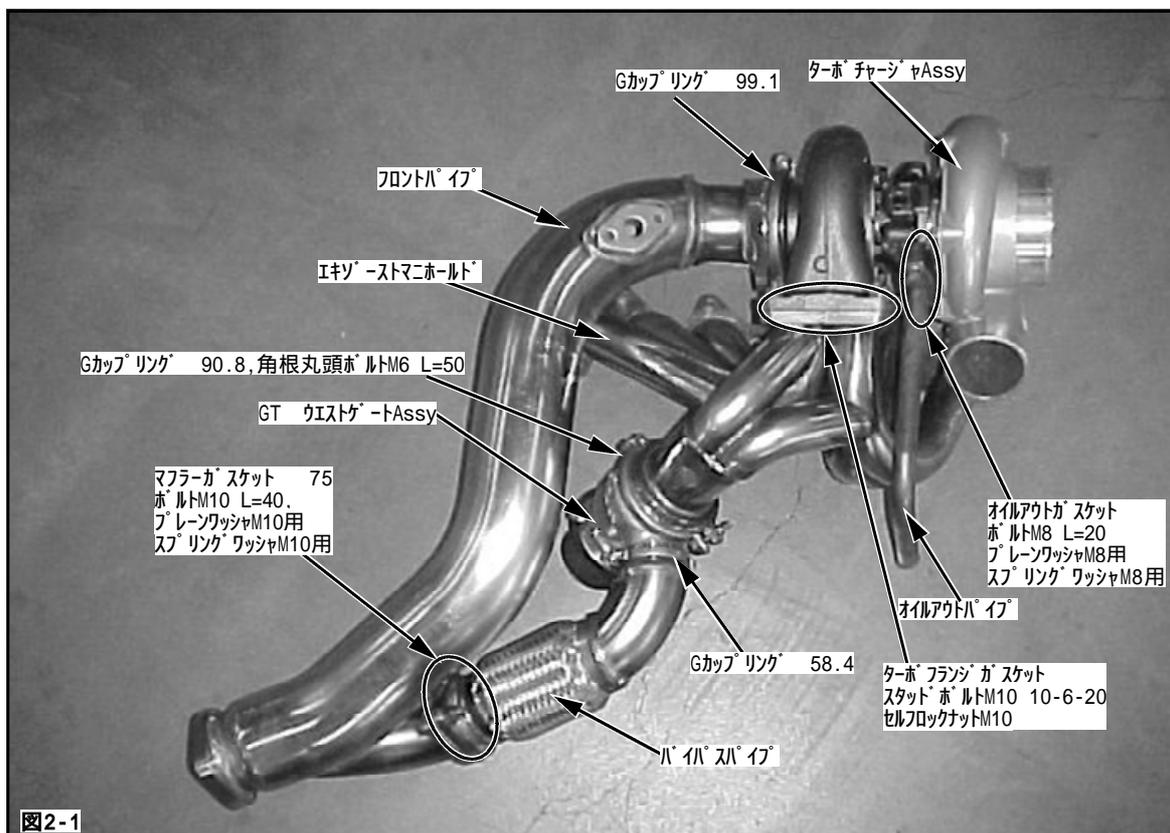

図2-1
- (1) 各部品は図のように取付けを行なってください。(図2-1)
- (1)ターボチャージャAssyのコンプレッサホイール、タービンホイール、コンプレッサハウジング、タービンハウジング、センターハウジングにもエアガンでエアブローを行ない、異物がないことを確認してください。
- (2)ターボチャージャAssyのオイルライン入口から、新品のエンジンオイルを注入し、ホイールを指で回転させ、ベアリング内部にオイルを行き渡らせてください。(エンジン始動時の潤滑不良を防止するため)
- (3)オイルアウトパイプをターボチャージャAssyに取付けてください。(図2-1,図2-2-1)
- (4)ターボチャージャAssyのコンプレッサハウジングとセンターハウジングをとめているボルト及びターボハウジングとセンターハウジングをとめているボルトを少しゆるめ、エキゾーストマニホールドに仮付けしてください。
- (8)ターボチャージャAssyをエキゾーストマニホールドに取付けてください。(図2-1,図2-2-2)
また、耐油ホース 6にサーモテープを巻きワイヤ等で固定して遮熱を行なってください(図2-1)
この時、Gカップリング 90.8に付属のボルトは取外し、角根丸頭ボルトM6 L=50に交換して取付けてください。(図2-1,図2-3-2)
- (4)フロントパイプをターボチャージャAssyに仮付けしてください。(図2-1)
- (5)バイパスパイプをGT ウエストゲートAssyに仮付けしてください。(図2-1,図2-3-2)
- (6)バイパスパイプをフロントパイプに仮付けしてください。(図2-1)